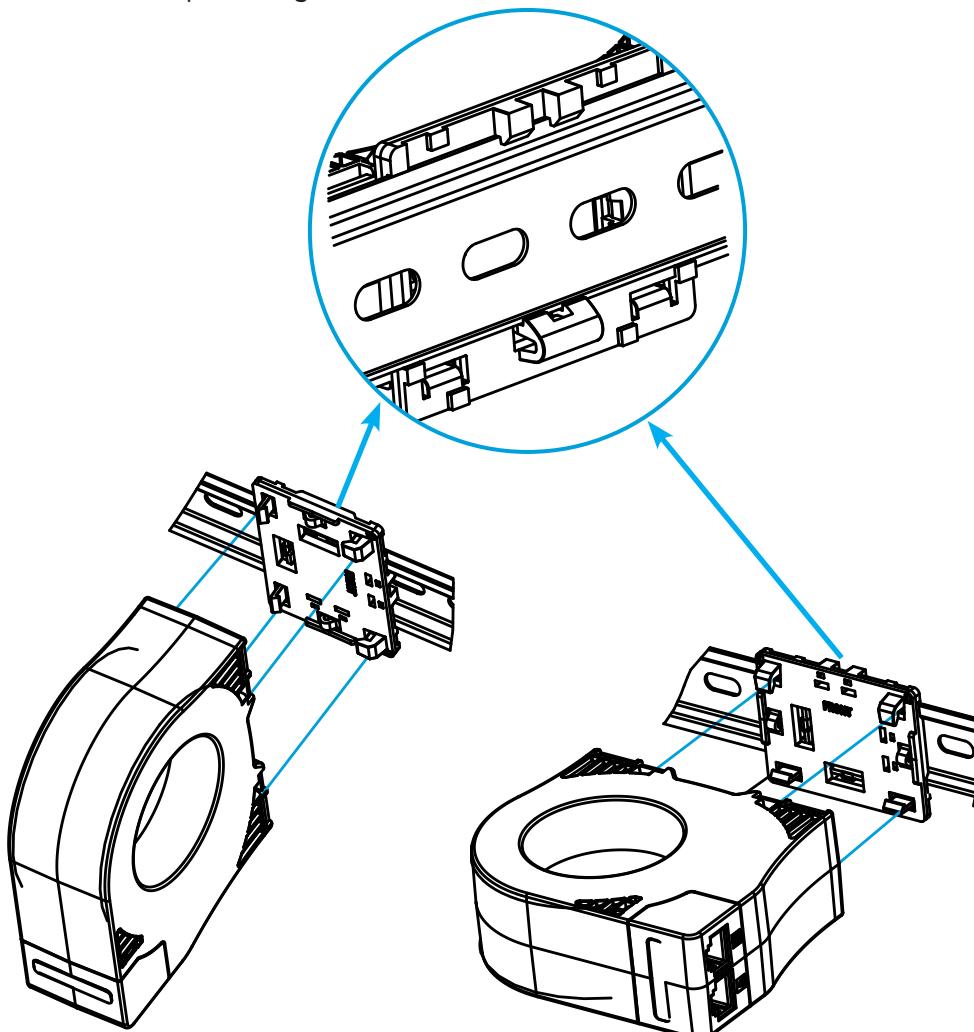

Figura 7: Instalación en carril DIN.
- 1.- Instalar el soporte en el carril DIN, una vez instalado debe quedar visible la cara FRONT. EL soporte se puede instalar de 2 maneras, en función de la posición del **WGB** que se necesite, **Figura 7**.
- 2.- Instalar el **WGB** en el soporte, **Figura 7**.